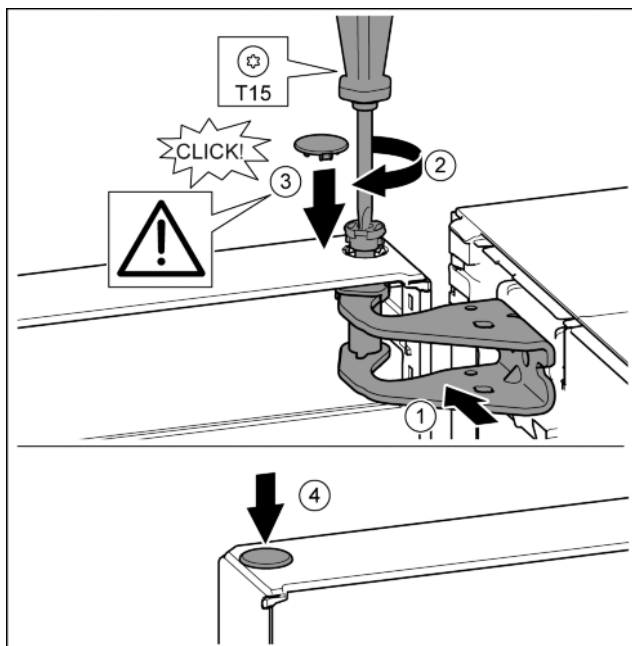

Fig. 18
- ▶ Dveře nahoře vyrovnejte s otvorem ve stojanu ložiska. Fig. 18 (1)
- ▶ Vložte čep a pevně jej utáhněte šroubovákem T15. Fig. 18 (2)
- ▶ K zajištění dveří namontujte bezpečnostní kryt: Bezpečnostní kryt nasadte a zkontrolujte, zda přiléhá na dveře. V opačném případě čep zcela zasuňte. Fig. 18 (3)
- ▶ Vložte zátku. Fig. 18 (4)